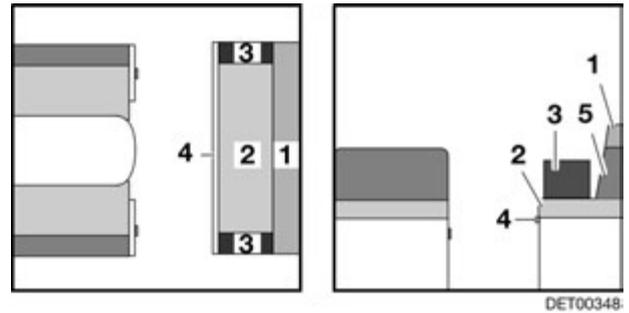

Fig. 87 Avant la transformation
- Retirer les accoudoirs (Fig. 87,3) de la banquette longitudinale et le poser de côté.